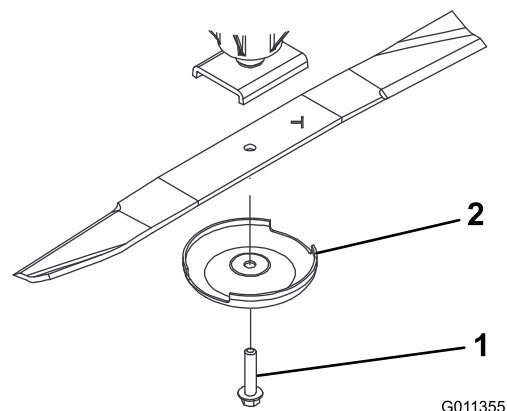

Bild 103
3. Entfernen Sie die Messerschraube, die Antiskalpierkuppe und das Messer von der Spindelwelle (**Bild 103**).